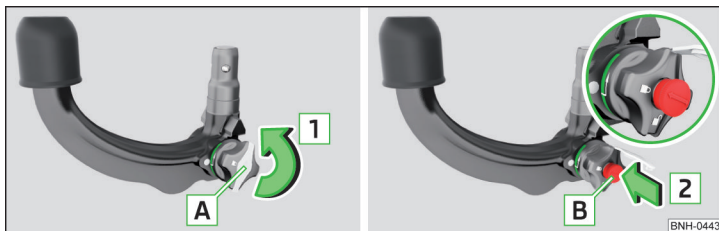

Fig. 112 Detașarea capacului de încuietore/Introducerea cheii în încuietore
- » Îndepărtați apărătoarea **A** de pe încuietore, în sensul săgeții **1** » fig. 112.